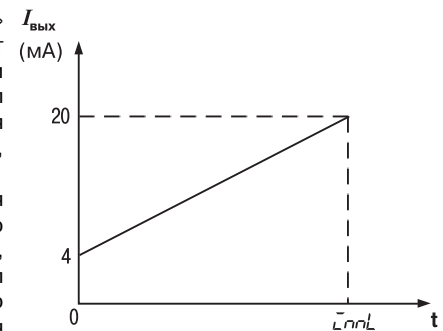

Рис. 12
3.2.10. Для дистанционного контроля положения задвижки или затвора по желанию пользователя может быть установлен модуль, обеспечивающий стандартный токовый сигнал 4...20 мА, линейно увеличивающийся от полностью закрытого до полностью открытого положения (рис. 12).